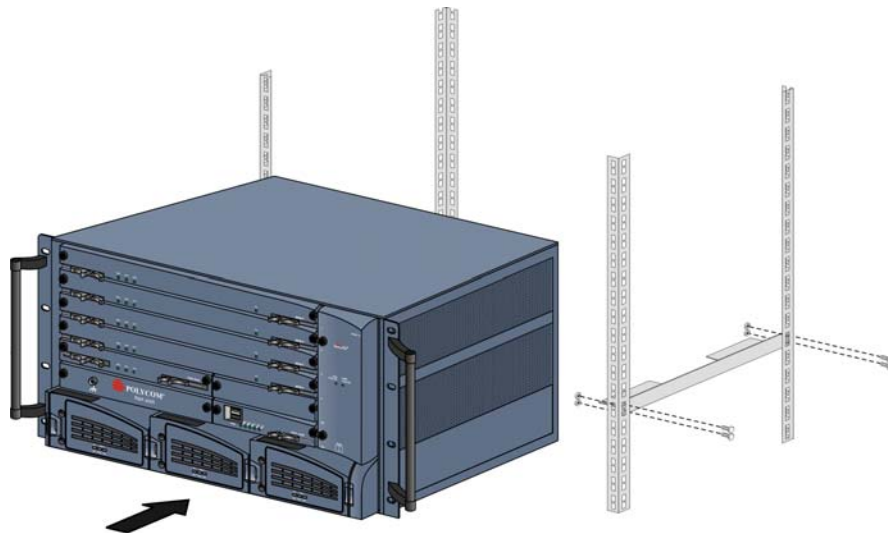

图 1-2 将基座滑槽和 RMX 安装到机架中
- 1 要将 RMX 安装到机架上时必须将基座滑槽安装到机架上，如图 1-2 所示。两个基座滑槽包含在 *机架安装附件* 套件中并在 19/23 英寸机架外朝内安装。